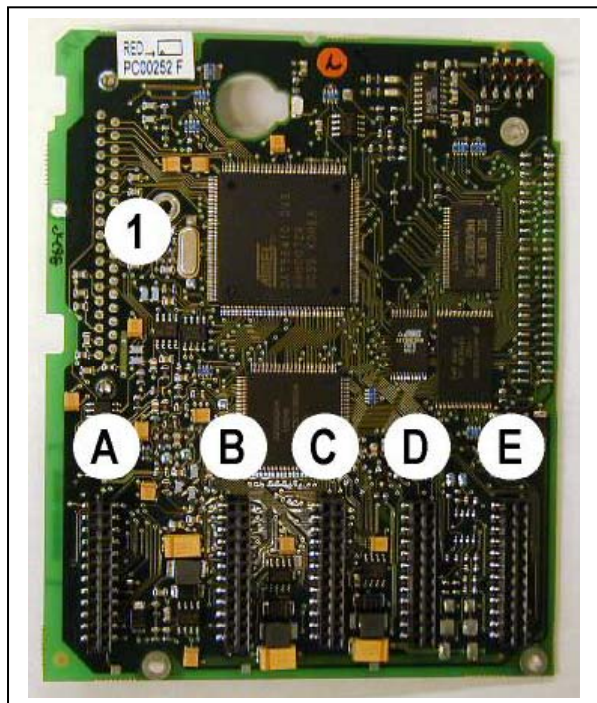

Рисунок 6-21. Плата управления NX
Блок управления преобразователя частоты состоит из платы управления и дополнительных плат, устанавливаемых в пять *параллельных слотов* (А—Е), расположенных на плате управления (см. рис. 6-21 и 6-22). Плата управления соединена с силовым блоком D-соединителем (1) или оптоволоконными кабелями (FR9).